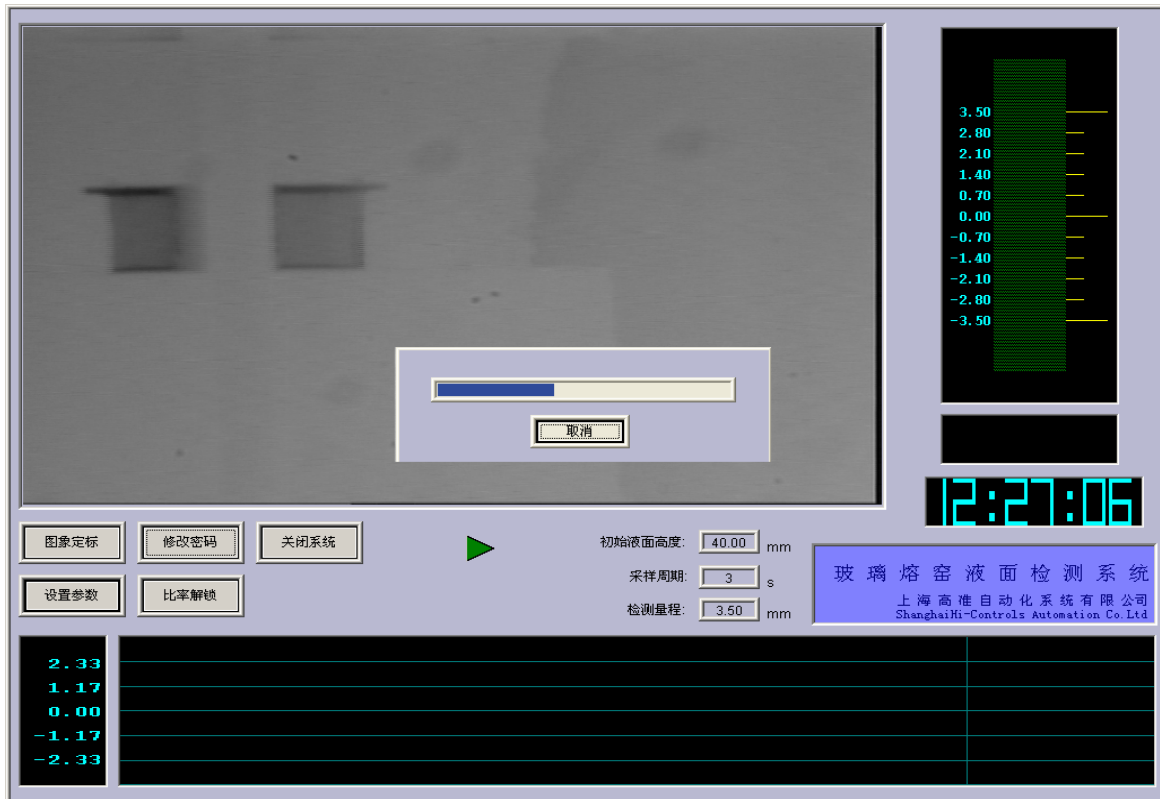

图 9
3. 点击“▲”按钮系统进行初始化，在此初始化过程中系统将自动完成图像检测的校准。如图 9: